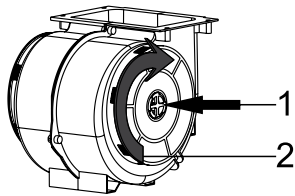

Fig. 6: KOL FILTER
1. Montera kolfiltren på motorns sidor (Fig. 6).
2. Skruva fast kolfiltren ordentligt medurs för att låsa dem på plats (Fig. 6).